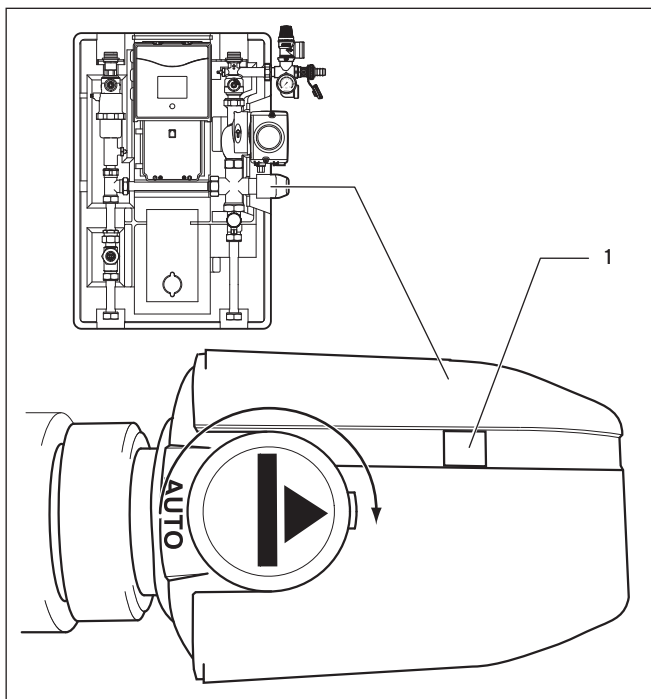

Fig. 5.8 Regolazione della valvola selettiva
Per poter riempire il circuito solare, la valvola selettiva deve trovarsi di fronte alla posizione AUTO (→ **fig. 5.8**).
- Girare la freccia con un cacciavite adatto sulla posizione di fronte alla posizione AUTO (→ fig. 5.8). Dallo spioncino (1) si può vedere che diventa rossa.